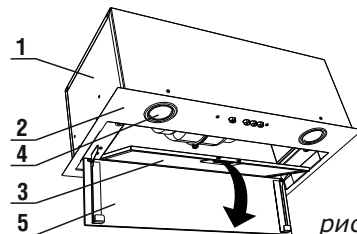

рис. 3
- и затем потяните его вниз (рис. 3).
- снимите алюминиевый фильтр (рис. 3);
- 8.3 Для очистки алюминиевого фильтра извлеките его из вытяжки (рис. 3) и произведите его очистку с помощью щетки горячим водным раствором моющего средства вручную или в посудомоечной машине при (60°C). Старайтесь не гнуть фильтры при мойке. Возможно изменение цвета фильтра, с течением времени, не приводит к снижению эффективности его действия. Сильно загрязненный фильтр не следует мыть в посудомоечной машине.